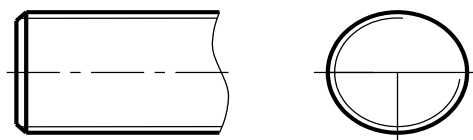
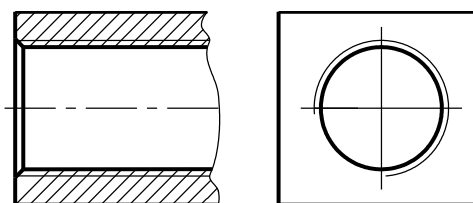
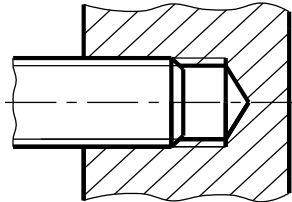

Рис. 7. Изображение резьбы на стержне
Рис. 8. Изображение резьбы в отверстии
Рис. 9. Изображение резьбы в соединении
На видах, полученных проецированием на плоскость, перпендикулярную оси стержня, по внутреннему диаметру резьбы проводится дуга, приблизительно равная $\frac{3}{4}$ окружности, разомкнутая в любом месте, но не ограниченная центровыми линиями (рис. 7).
При изображении резьбы с фаской, сплошную тонкую линию изображения резьбы проводят так, чтобы она пересекала очерковые образующие фаски примерно в середине (см. рис. 7, рис. 8).
В отверстии резьба изображается сплошными основными линиями по внутреннему диаметру резьбы и сплошными тонкими - по наружному. На видах, полученных проецированием на плоскость, перпендикулярную оси отверстия, по наружному диаметру резьбы проводится дуга, приблизительно равная $\frac{3}{4}$ окружности, разомкнутая в любом месте, но не ограниченная центровыми линиями (рис. 8).
На рис. 9 стержень, изображенный на рис. 7 показан ввернутым фаской вперед до середины отверстия детали, изображенной на рис. 8. Слева мы видим изображение резьбы в соединении – как на стержне, а справа – изображение резьбы в отверстии. Таким образом, при изображении резьбового соединения стержня, ввернутого в отверстие:
- в) сплошные основные линии, соответствующие наружному диаметру резьбы на стержне, переводят в сплошные тонкие линии, соответствующие наружному диаметру резьбы в отверстии (рис. 9)
При изображении резьбы на разрезах, следует обратить внимание на штриховку: линии штриховки должны доходить до сплошной основной линии резьбы (см. рис. 9, рис. 10, рис. 11, в).